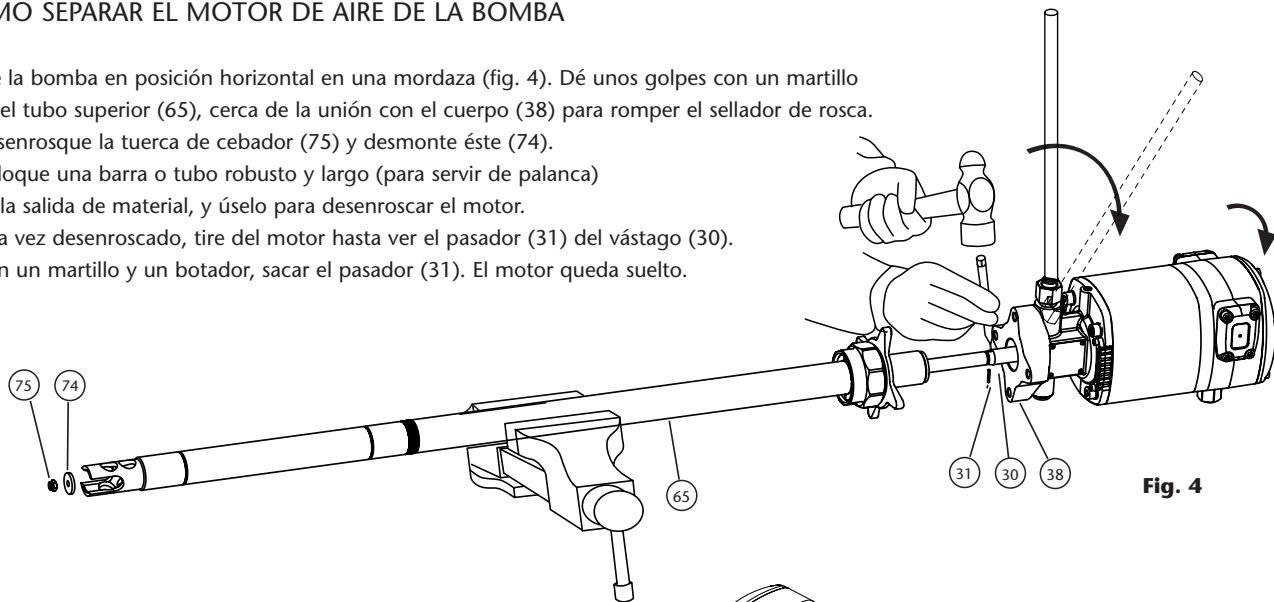

Fig. 4
1. Fije la bomba en posición horizontal en una mordaza (fig. 4). Dé unos golpes con un martillo en el tubo superior (65), cerca de la unión con el cuerpo (38) para romper el sellador de rosca.
2. Desenrosque la tuerca de cebador (75) y desmonte éste (74).
4. Una vez desenroscado, tire del motor hasta ver el pasador (31) del vástago (30). Con un martillo y un botador, sacar el pasador (31). El motor queda suelto.